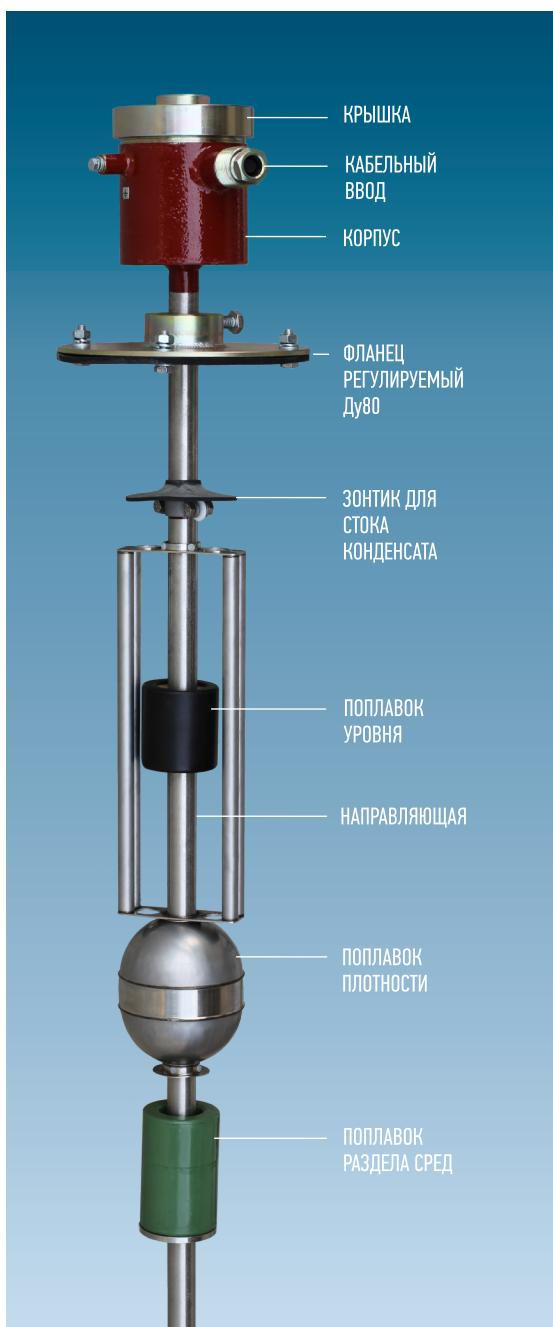

Рис. 1. Поплавковый магнитный преобразователь ПМП-201 (вариант комплектации).
**Измерение уровня жидкости** (рис. 1) осуществляется при помощи поплавка со встроенным магнитом, который магнитным полем воздействует на чувствительный элемент - стержень из магнитострикционного сплава, находящийся в направляющей ПМП.